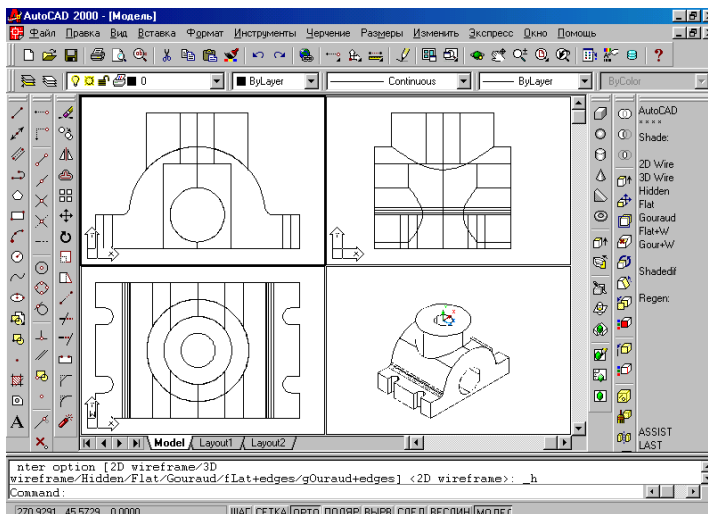

Рис.2.8. 4-х экранная конфигурация видовых экранов
-**3D (3D)** – система автоматически устанавливает ортогональные виды и один изометрический вид (рис.2.8).
На рис.2.8 создана конфигурация из 4 видовых экранов с присвоением имени 4. В диалоговом окне, делая попеременно видовые экраны текущими (щелчок левой кнопки мыши внутри экрана), установлены соответственно вид спереди, сверху, слева и изометрический вид.
Смежные видовые экраны можно соединить в один. Например, на рис.2.8 можно соединить верхний и нижний видовые экраны, причем в зависимости от желания пользователя в объединенном видовом экране может быть установлен вид из верхнего или нижнего экрана. Для этого в падающем меню *Вид (View)* выбираем пункт *Точка вида (Vports) → Присоединить (Join)* и в ответ на появившийся запрос вначале указать экран, вид которого хотите сохранить (щелчок левой кнопки мыши по этому экрану), а затем указать экран, который объединяем с первым.